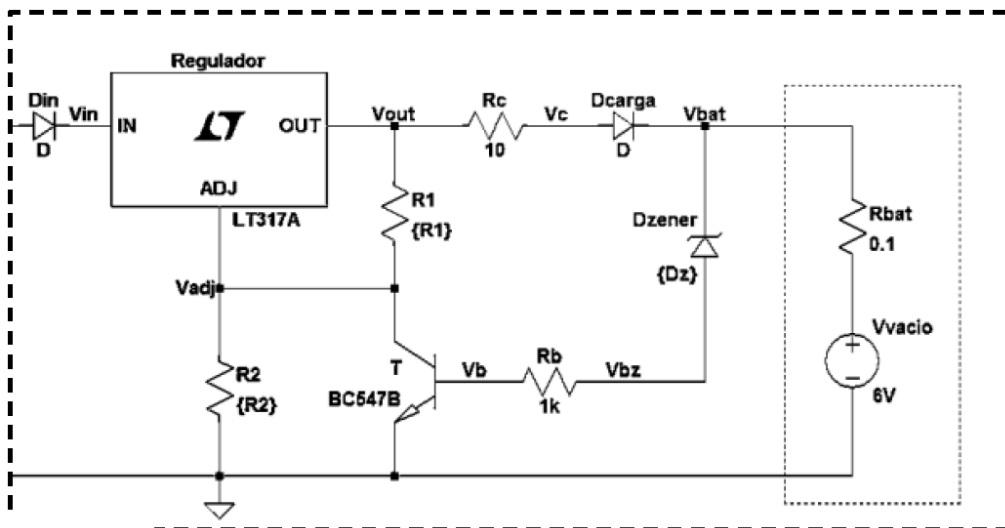

Figura 1: Esquemático del circuito cargador.
En esta parte del obligatorio se completará el diseño del cargador cuyo esquemático se muestra en la Figura 1.
**Nota importante:** Los parámetros entre corchetes deben ser rellenados. Cabe destacar que los valores reales de  $R_{bat}$  y  $V_{vacio}$  pueden diferir notablemente de los mostrados en la figura 1.